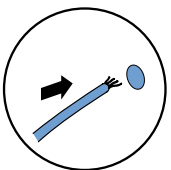
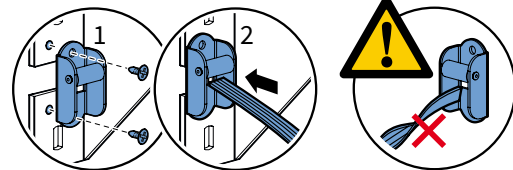

Abb. 1.3 Aufhängen der elektrischen Markisenbedienung
Abb. 1.4. Aufhängen der Markisenbandbedienung innen
- Für den Gurt ist dies in die hierzu vorgesehene Aussparung in der Wandhalterung (Abb. 1.4).
1. Hängen Sie die Markise in die Wandhalterungen ein. Siehe für die elektrische Bedienung Abbildung 1.3. bzw. für den Gurtbetrieb Abbildung 1.4.